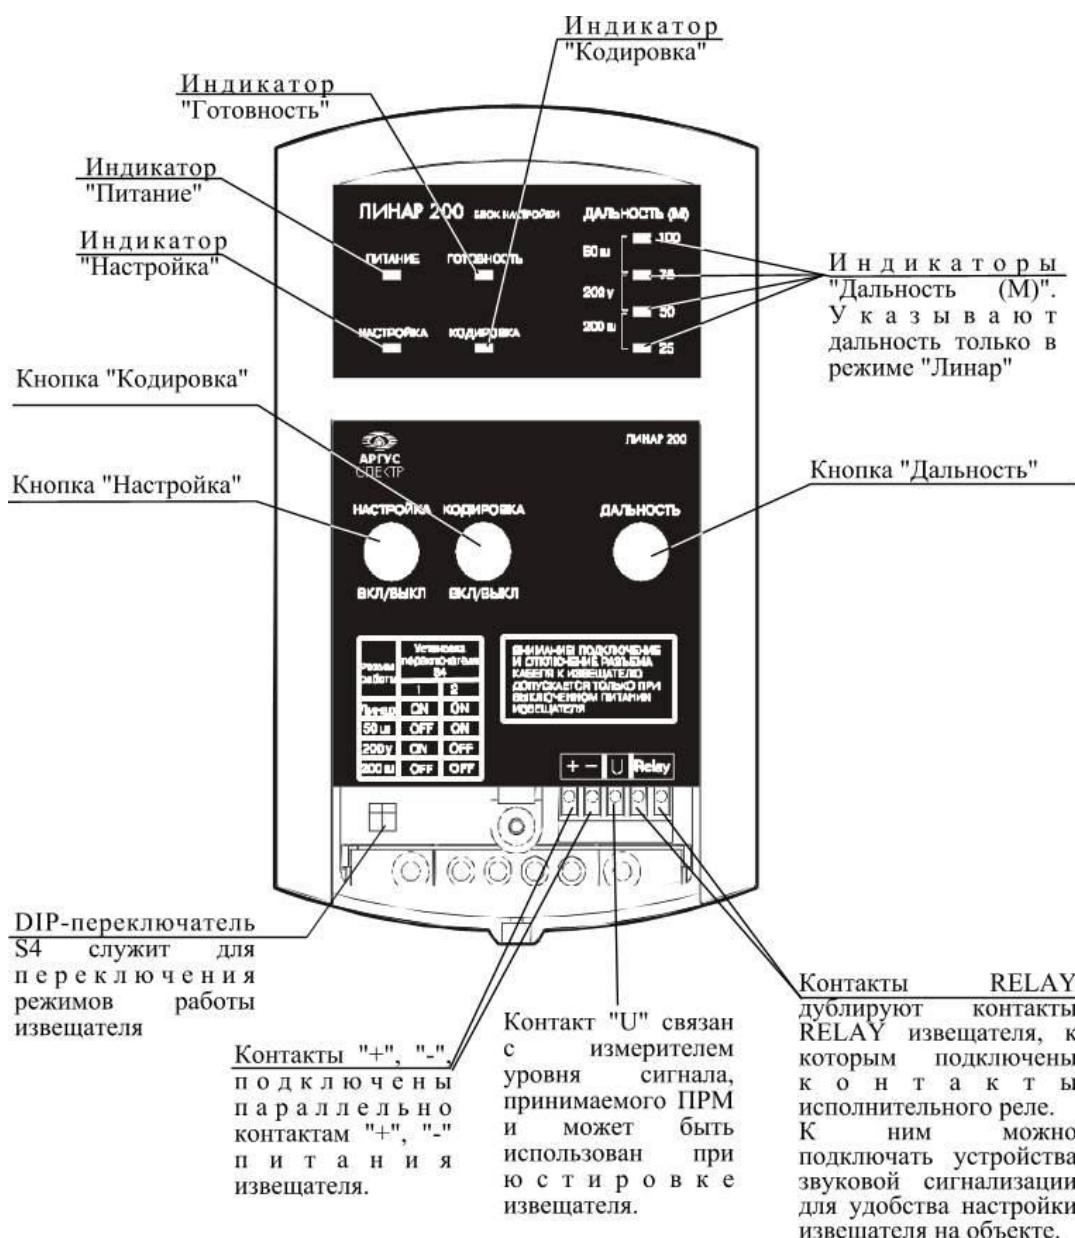

Рис. 3
Внешний вид БН (со снятой нижней крышкой) приведен на Рис. 3.
6. Подключить провода ШС к клеммам "RELAY" соединительной колодки (Рис. 3, стр. 14). При использовании защиты от несанкционированного вскрытия извещателя вне периода охраны, подключить отдельный шлейф контроля доступа к клеммам "ТАМР" соединительной колодки.
Нажать кнопку "Настройка вкл/выкл" (Рис. 3, стр. 14). БН переведет ПРМ в режим "Настройка – Юстировка". Индикатор "Настройка" при этом включится. В этом режиме индикатор "Готовность" отображает уровень принимаемого сигнала, а индикатор "Кодировка" – необходимость операции кодирования.
С помощью переключателя S4 (Рис. 3, стр. 14) установить режим работы в соответствии с таблицей 3 (стр. 13). При установке извещателя вдоль поверхности земли на высоте, соответствующей требованиям, указанным в разделе 3.1 (стр. 15), в режиме "Линар" необходимо установить дальность. Для этого, последовательным нажатием кнопки "Дальность" включить необходимый индикатор, в соответствии с данными таблицы 5.
2. подключить к клеммам “-” и “U” блока настройки (Рис. 3, стр. 14) вольтметр постоянного напряжения (тестер) с точностью не менее 0,01 В в диапазоне от 0 до 2 В;